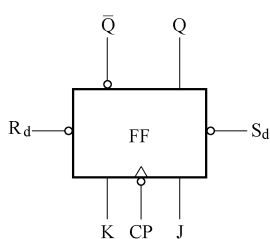

图 14-44 主从 JK 触发器电路符号
2) 主从 JK 触发器。如图 14-44 所示是主从 JK 触发器电路符号。